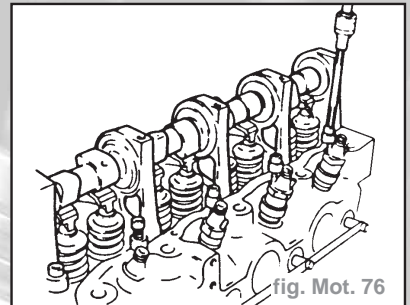

fig. Mot. 76
- Dévisser les supports de palier d'arbre à cames (fig. Mot. 76).